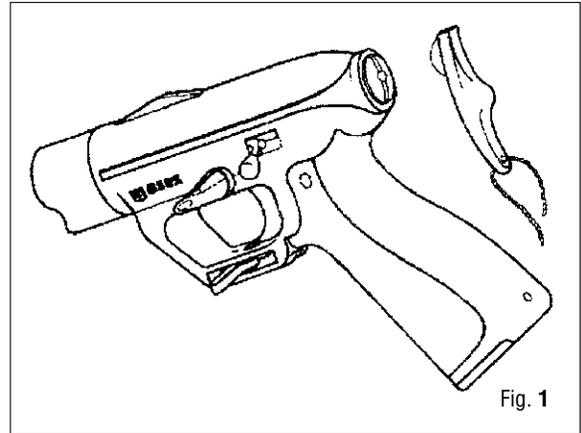

Fig. 1
1. Quite el tapón cubrecabezal (6) del cabezal (1-2-3-5).
2. Destornille el tapón cubreválvula (33) usando el perfil especial del cargador (Fig.1) (No disponible en Norteamérica) o una llave de Allen de 6 mm.
ANTES DE EFECTUAR CUALQUIER OPERACIÓN DE REPARACIÓN O DE MANTENIMIENTO QUE REQUIERA EL DESMONTAJE, DEBE DESCARGAR EL FUSIL CON EL REGULADOR DE POTENCIA EN LA POSICIÓN DE MÁXIMA POTENCIA (fig.1) NO DESCARGAR EL FUSIL CON EL REGULADOR DE POTENCIA EN DICHA POSICIÓN PUEDE PROVOCAR LA EXPULSIÓN DE PIEZAS DEL FUSIL A ALTAS VELOCIDADES Y ESTO A SU VEZ PUEDE PROVOCAR GRAVES HERIDAS E INCLUSO LA MUERTE.